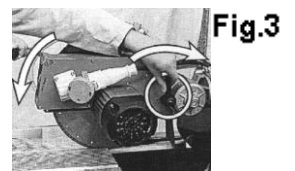

Fig.3
- Stel de zaagdiepte zodanig in dat de tegel wordt doorgezaagd, zonder dat de beweegbare zaagwagen geraakt kan worden. (zie Fig. 3)